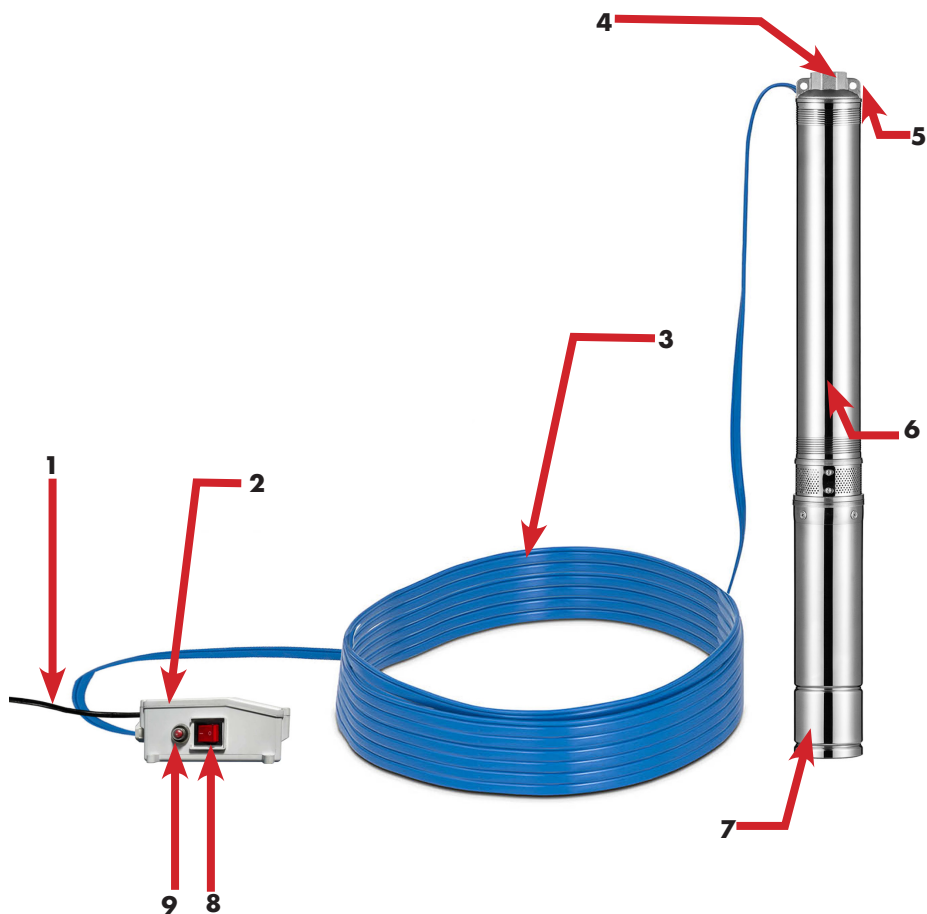

Abb. 1
Abbildung 1 zeigt das System mit seinen Funktions-und Bedienelementen.
Legende Abbildung 1
- Schließen Sie alle Kabel in , die dafür vorgesehenen Anschlüsse an. Siehe auch Abbildung 1, Seite 10.